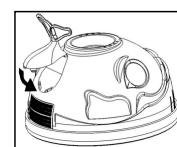

Ilustración 3
- Instalación de la cola** – Insertar la lengüeta de la parte superior de la cola en su orificio correspondiente del cuerpo del limpiafondos. Girar la parte inferior de la cola hacia abajo. Alinear las dos (2) lengüetas con los orificios correspondientes. Aplicar una presión hacia adelante hasta que la cola se bloquee firmemente en su sitio. (Ver ilustración 3)